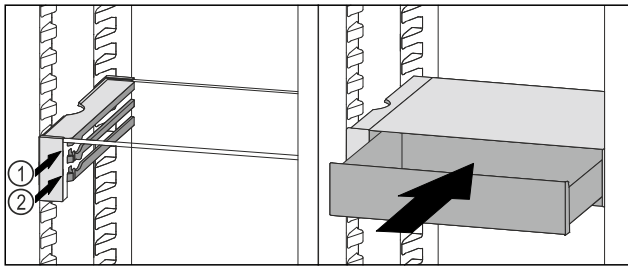

Fig. 114
- VarioSafe-Schubfach hinter den Stoppern auf gewünschter Rippe Fig. 114 (1) oder Fig. 114 (2) aufsetzen.